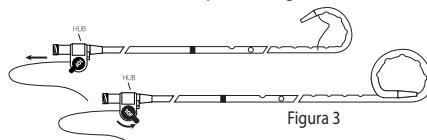

Figura 3
9. Puxe a sutura até que o rabicho desejado seja formado. Não aperte excessivamente o rabicho já que o aperto excessivo pode danificar o cateter. Gire o mecanismo de travamento da sutura para a distal para manter a sutura no local adequado. Ver Figura 3.